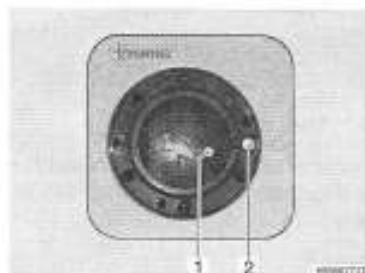
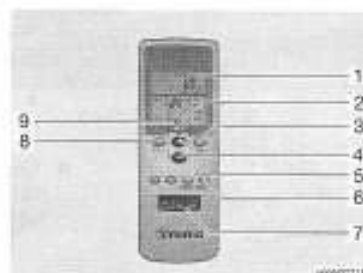

Fig. 144 Récepteur
Fig. 145 Télécommande
- Mettre en marche la télécommande à l'aide de l'interrupteur (Fig. 145,7). Le voyant de contrôle vert (Fig. 144,1) indique le mode de refroidissement.
- Régler le mode de fonctionnement souhaité à l'aide de la touche (Fig. 145,8).
- Régler si nécessaire la puissance de ventilation et la température de la pièce souhaitées à l'aide des touches (Fig. 145,3 et 4). La flèche (Fig. 145,9) indique le mode de réglage sélectionné.
- ▷ Sur le récepteur se trouve un interrupteur supplémentaire (Fig. 144,2) permettant de mettre en marche ou d'arrêter la climatisation sans télécommande. Lorsque la climatisation est mise en marche à l'aide de cet interrupteur, le mode de fonctionnement réglé sur la télécommande lors de la dernière utilisation est sélectionné automatiquement.
- Pour éteindre la climatisation, appuyer à nouveau sur la touche (Fig. 145,7) de la télécommande.
- Pour effectuer la programmation, allumer la climatisation à l'aide de la touche (Fig. 145,7) de la télécommande.
- Régler le mode de fonctionnement et la température de la pièce souhaités à l'aide des touches (Fig. 145,8, 3 et 4).
- Sélectionner à l'aide de la touche (Fig. 145,5) la fonction souhaitée (Fig. 145,1) :
- Sélectionner le temps de retard souhaité (de 1 à 15 heures) à l'aide des touches (Fig. 145,4). La flèche (Fig. 145,2) clignote et indique le mode de réglage.
- ▷ En appuyant sur la touche (Fig. 145,6), les réglages de la télécommande sont à nouveau envoyés au récepteur.